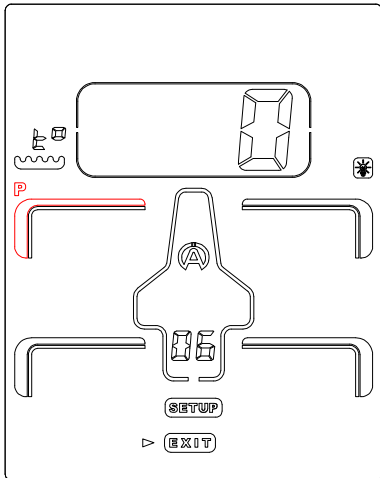

Abbildung 17
- 2) Gemäß der Voreinstellung ab Werk erscheint das erste Symbol "P" (Druck) auf dem vorderen linken Reifen und blinkt (*Abbildung 17*).